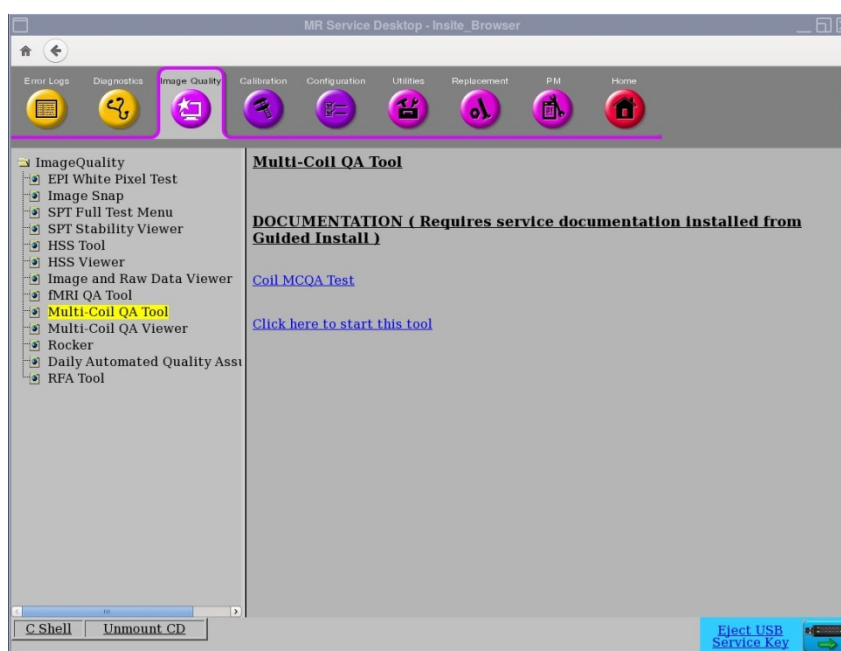

図 1
- 図 1 に示すように、[Common Service Desktop (CSD)]（共通点検デスクトップ）から、[Service Browser]（サービスブラウザ）に進み、[Image Quality]（画質）[Multi-Coil QA Tool]（マルチコイル品質保証ツール）を選択し、次に [Click here to start this tool]（ここをクリックしてこのツールを開始）を選択します。